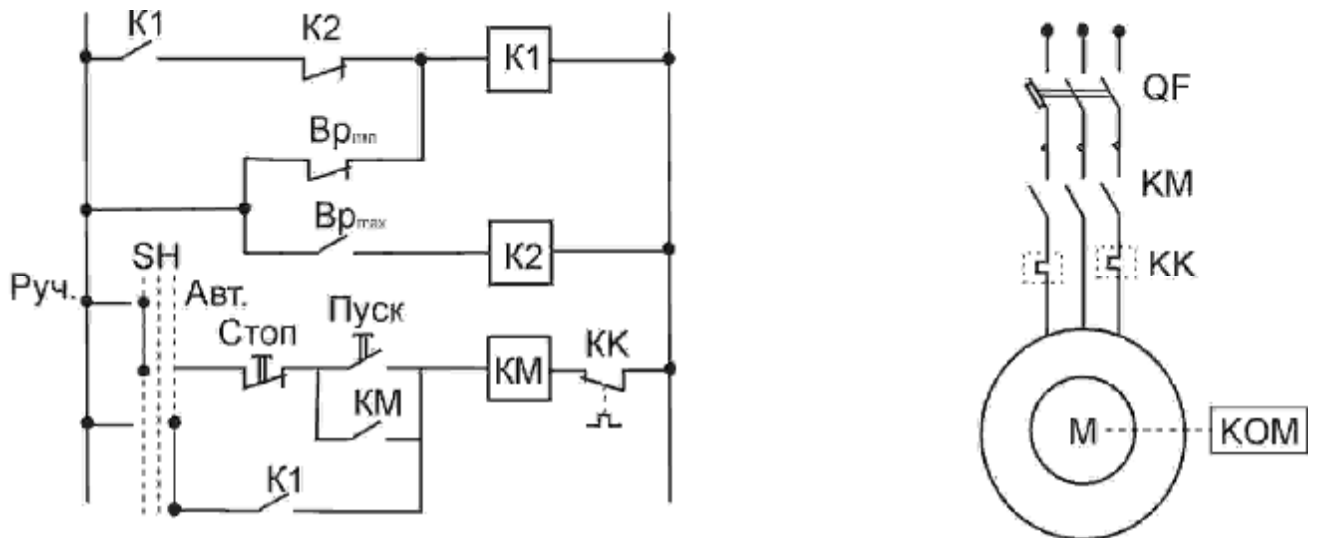

Рис. 4.1 Схема автоматичного керування компресором.
1. Запрограмуйте FBD-мовою алгоритм керування компресором відповідно до наведеної на рис. 4.1 релейно-контактної схеми: